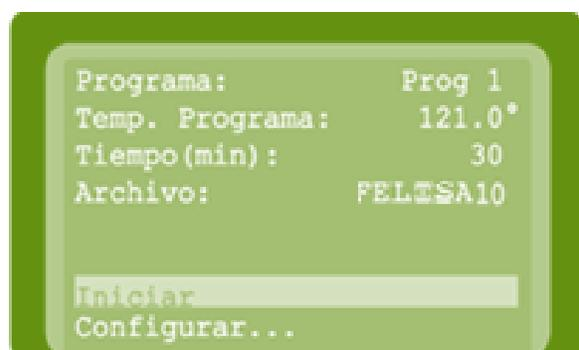

Figura 3
5. Pulse la tecla **DECREMENTAR** para bajar al renglón de “Configurar” (Figura 3), después pulse la tecla **ENTER** para editar la configuración. El rectángulo en color gris indica en que renglón se encuentra seleccionado.